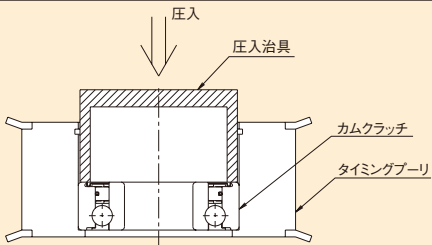

図 1. ハウジングへの取付け
- 2. スプロケットやギヤ等のハウジングへの取付時には外輪に力を加えて圧入してください。その時もひとつボールベアリングを入れてください。(図1 参照)
- 3. スプロケットやギヤ等のハウジングへの取付け時、BB-1K-K タイプは外輪に均等に力を加えて圧入し、BB-2K-K タイプは付属のキーを使って固定してください。また、ハンマー等でクラッチを叩くことは避けてください。その時もうひとつボールベアリングを入れてください。(31 頁 図1 参照)
- 2. スプロケットやギヤ等のハウジングへの取付け時には外輪に力を加えて圧入してください。その時もうひとつボールベアリングを入れてください。(31 頁 図 1 参照)